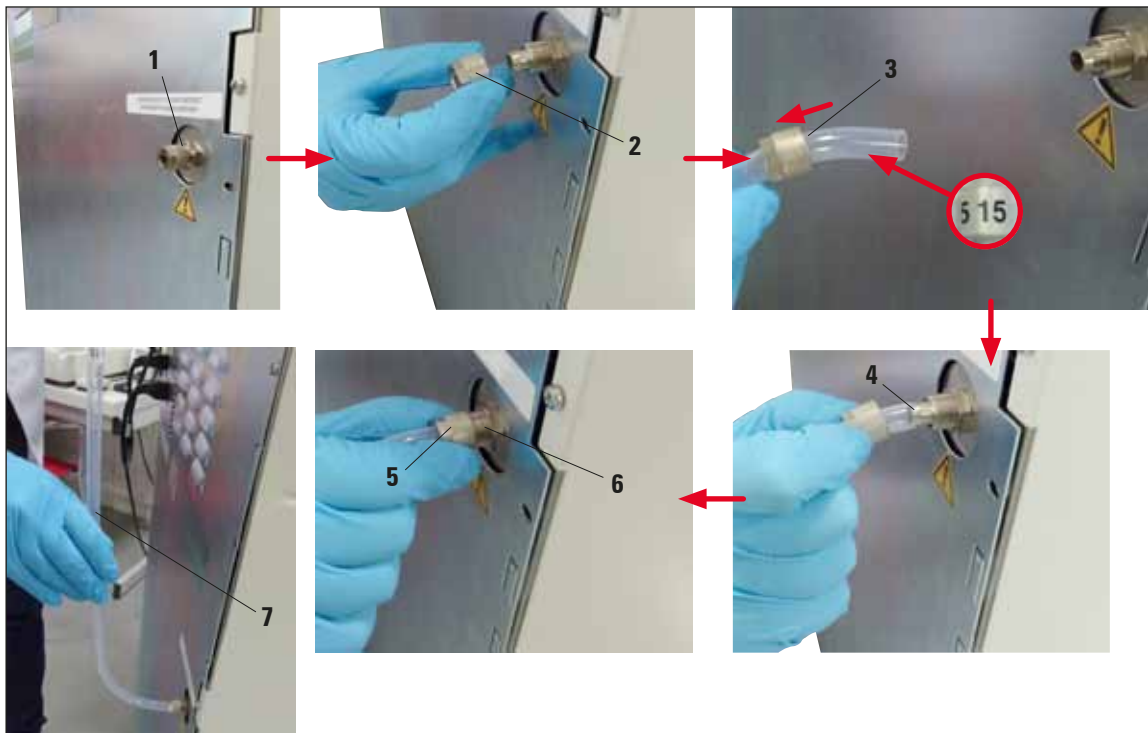

Fig. 90
La conexión para la extracción de humos (fig. 90, 1) está situada en la parte posterior del equipo.
1. Desenroscar la tuerca (fig. 90, 2) de la conexión (fig. 90, 1) y encajarla en el extremo curvado del tubo identificado con la marca "15" (fig. 90, 3).
2. Calar el extremo curvado del tubo identificado con la marca "15" tanto como sea posible en el niple de la conexión (fig. 90, 4).
3. Enroscar la tuerca (fig. 90, 5) firmemente en la rosca de la conexión de modo que el tubo de extracción quede fijado (fig. 90, 6).
4. Sitúe el tubo de extracción en posición vertical (fig. 90, 7) y conecte el tubo identificado con la marca "20" al sistema de extracción de humos externo.